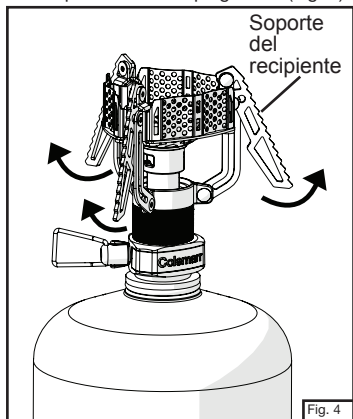
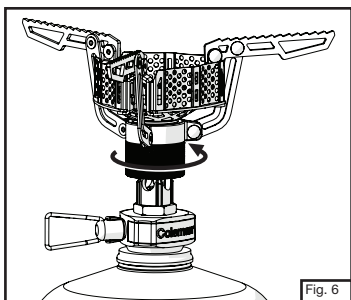

Fig. 4
Fig. 6
- Deslice suavemente la contratuerca hasta el quemador, desplegando los soportes de recipiente. (Fig. 4 y 5) Gire la contratuerca en sentido contrario al de las agujas del reloj para bloquear la posición cuando los soportes de recipiente estén completamente desplegados. (Fig. 6)